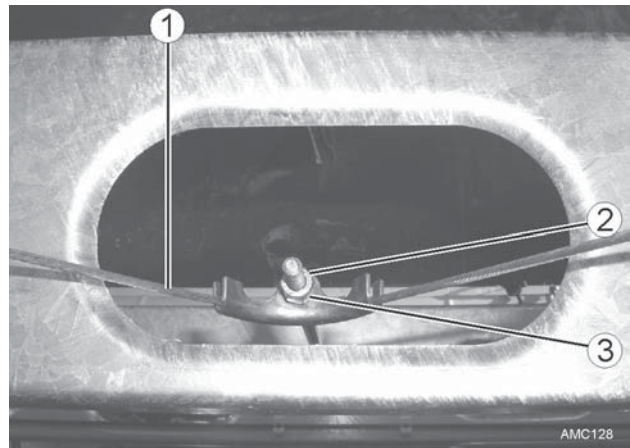

Bild 26
4. Handbremsbowdenzug (Bild 26 - 1) durch Lösen der Sechskantmuttern (Bild 26 - 2) und (Bild 26 - 3) lockern.